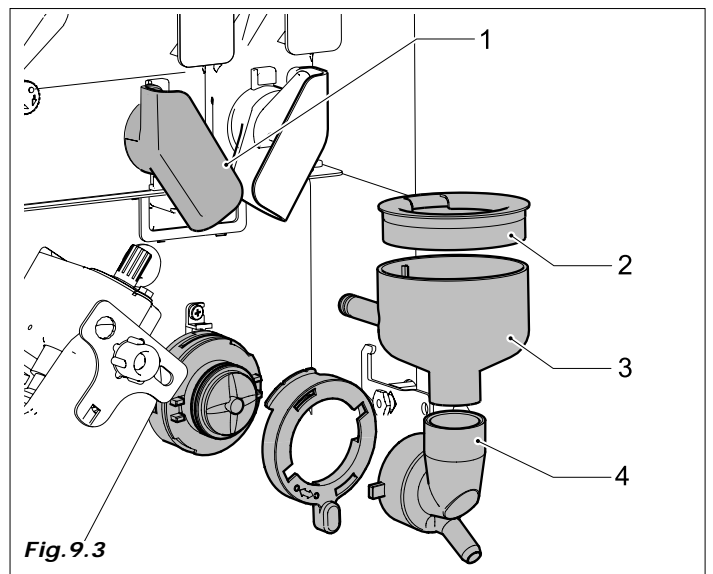

Fig. 9.3
- embudos y cierre magnético de contenedores de producto (Fig.9.3-pos.1)
- salida de agua, (2), batidoras (3) y aspas de las batidoras (4).